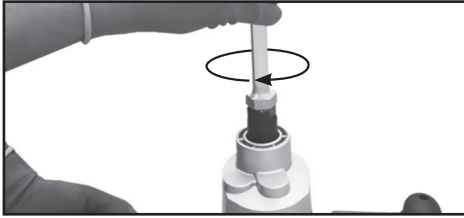
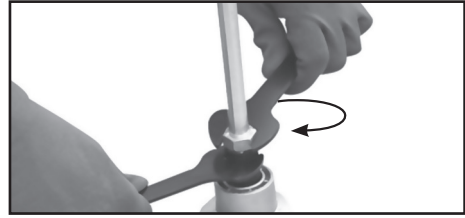

Fig. 2 - FIXATION DU BATTEUR SUR L'AXE
Fig. 3 - BLOCAGE DE LA TIGE SUR L'AXE
2. Visser l'autre extrémité de la tige du batteur sur l'arbre de l'appareil, en utilisant des clés de 02 pour la serrer correctement (Fig. 2 et Fig. 3).